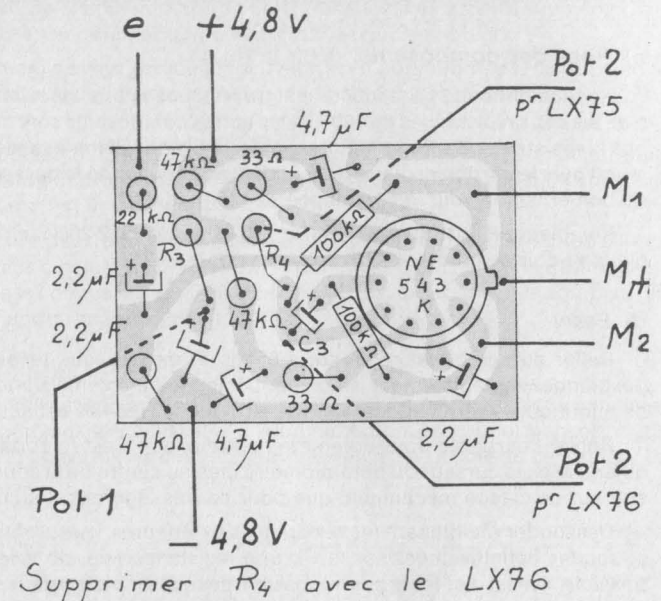

Fig. IX-13. — Composants de l'ampli pour NE543K.
**c) Pose des composants.** (Voir la fig. IX-13.)